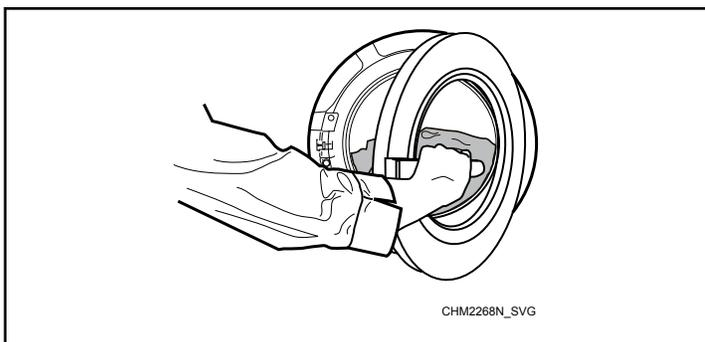

Figure 35
3. Fermer la porte en poussant la poignée de porte vers la machine. Se reporter à la *Figure 35*.